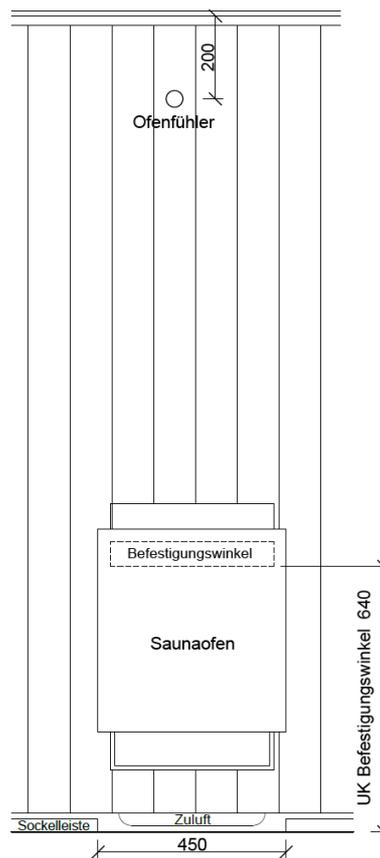

Abbildung 24
- 1. Befestigungswinkel vom Saunaofen abziehen und an der Saunawand anschrauben (Abbildung 24).